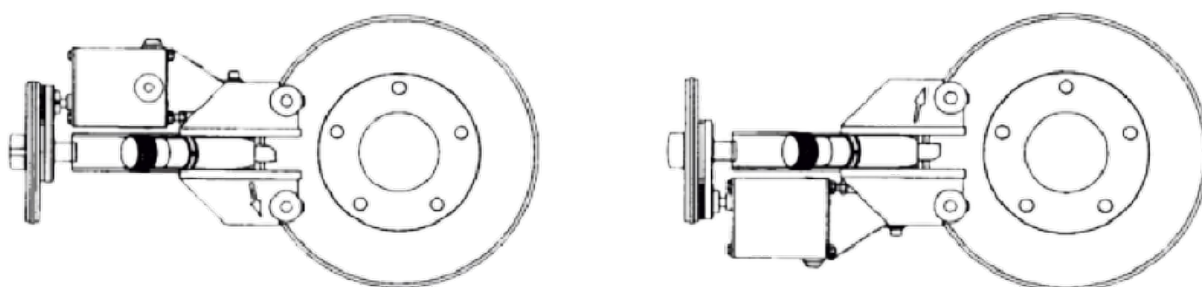

Рисунок 27
- При необходимости разверните блок проточки CL-801 на 180 градусов таким образом, что приводной блок окажется снизу (рис. 27)